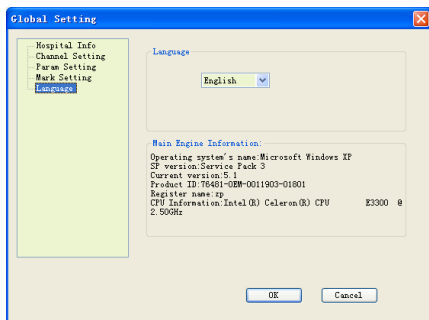

Figura 5-2-7
(5) È possibile impostare la lingua di visualizzazione attraverso l'opzione "Lingua" (come in Figura 5-2-7).